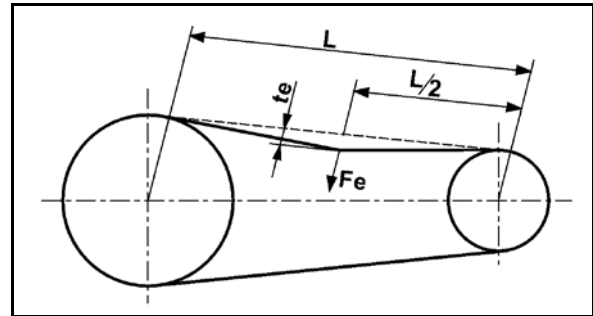

Fig. 184
1. Oliestanden skal være synlig i markeringen (Fig. 184/1), når pumpen står stille i vandret position.
2. Dækslet (Fig. 184/2) tages af og olie fyldes på, hvis oliestanden ikke er synlig i markeringen (Fig. 184/1).
2. Dækslet (Fig. 184/2) afmonteres.
5. Indgangsakslen drejes henholdsvis til højre og venstre. Samtidig hældes der langsomt nyt olie på. Den korrekte oliemængde er hældt på, når olien er synlig i markeringen (Fig. 184/1).
- Læg mærke til, hvordan ventilerne på suge- og tryksiden er monteret, inden ventilgrupperne (Fig. 184/5) afmonteres.
- Når delene igen monteres, skal De være opmærksom på, at ventilstyret (Fig. 184/9) ikke bliver beskadiget. Hvis ventilstyret bliver beskadiget, kan ventilerne blokere.
- Møtrikkerne (Fig. 184/1,2) skal strammes over kors med den anførte tilspændingsværdi. Hvis boltene ikke er spændt korrekt, bevirker det, at pumpen bliver utæt
2. Fjern møtrikker (Fig. 184/1,2).
3. Suge- og trykrør (Fig. 184/3 og Fig. 184/4) afmonteres.
4. Ventilgruppen (Fig. 184/5) afmonteres.
5. Det kontrolleres om ventilsæde (Fig. 184/6), Ventil (Fig. 184/7), ventilsfjeder (Fig. 184/8) og ventilstyr (Fig. 184/9) er beskadiget eller slidt.
6. O-Ringen (Fig. 184/10) fjernes.
8. Efter at ventilgruppen (Fig. 184/5) er kontrolleret og rengjort, monteres ventilgruppen igen.
9. Nye O-ringe (Fig. 184/10) monteres.
10. Suge- (Fig. 184/3) og trykkanal (Fig. 184/4) monteres på pumpehuset.
11. Møtrikkerne (Fig. 184/1,2) spændes over kors med en tilspændingsværdi på **25 Nm (BP 160-185) / 20 Nm (AR 250-280)**.